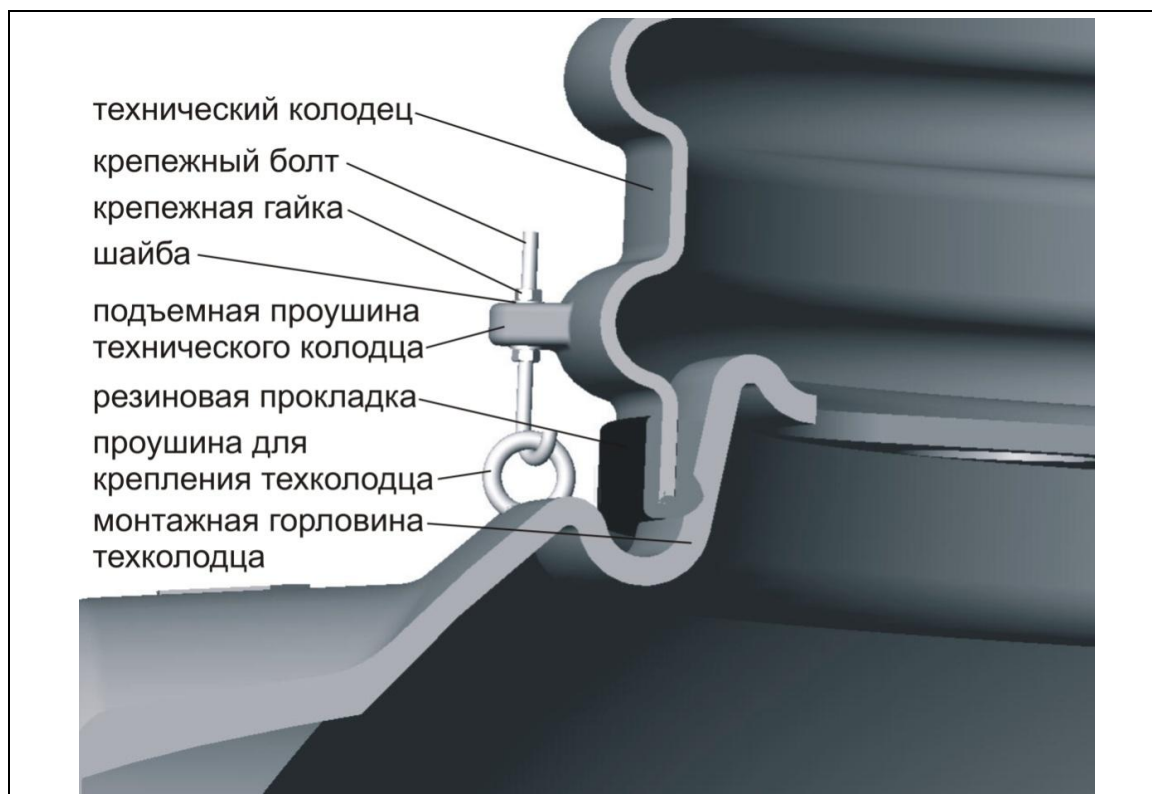
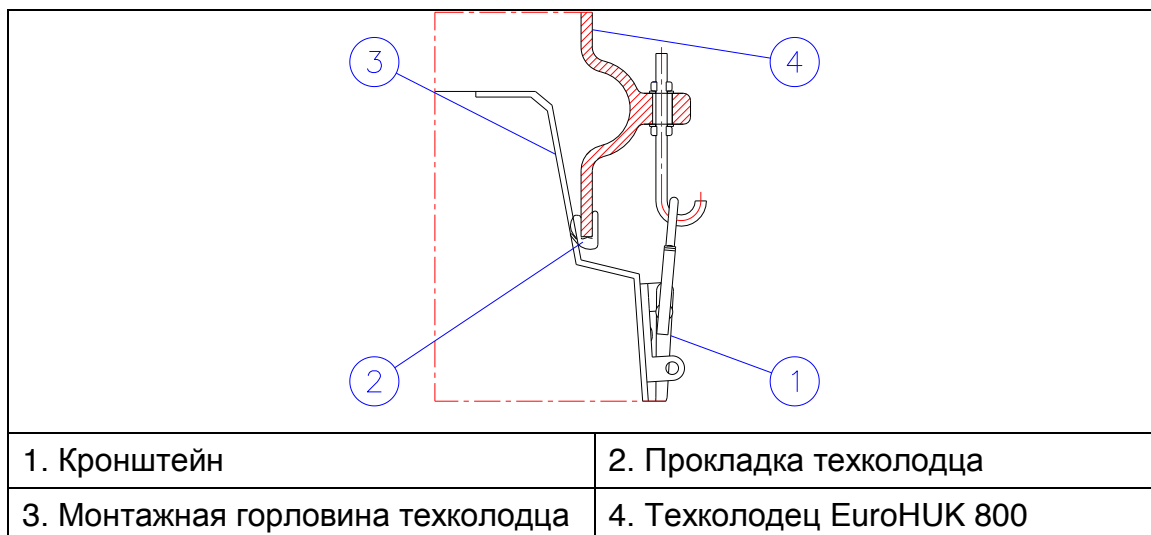

Рис. 8. Установка техколодца EuroHUK на колодец из полиэтилена.
Рис. 9. Установка техколодца EuroHUK на колодец из стеклопластика
1. Освободите горловину отделителя от транспортной упаковки. Установите резиновую прокладку на нижний край технического колодца так (Рис. 8 и Рис. 9). Установите технический колодец в вертикальном положении в монтажную горловину отделителя и закрепите его монтажными кронштейнами.